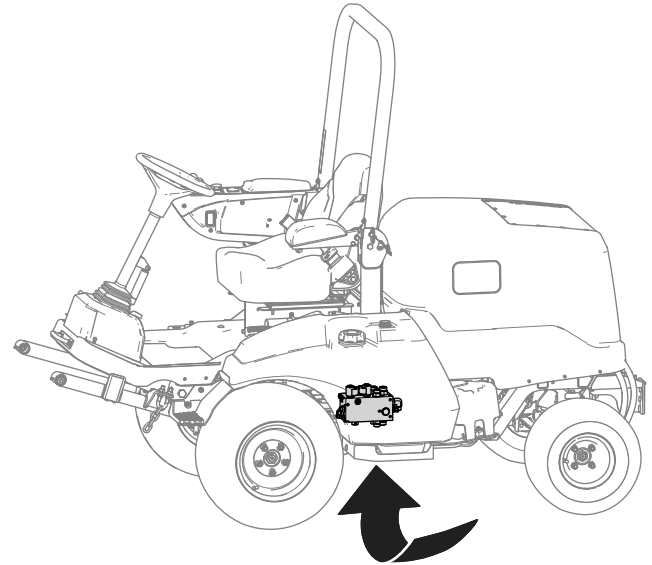

Figura 20
- Localice el distribuidor de elevación desde debajo de la máquina (Figura 20).